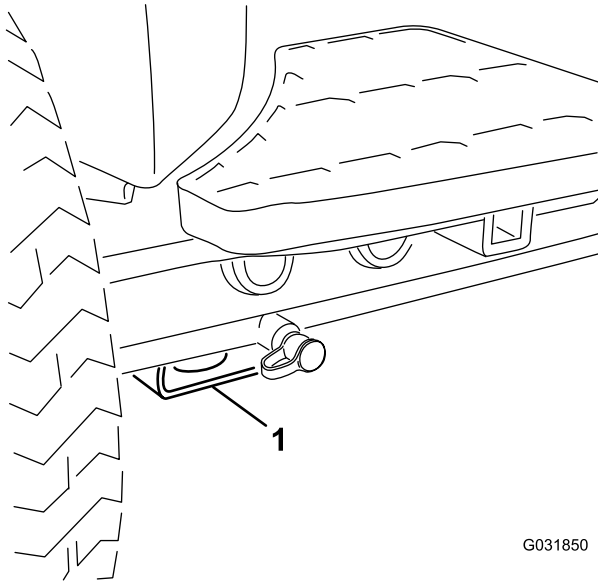

Bild 45
- **Vorderseite der Maschine:** Loch im rechteckigen Polster unter dem Achsenrohr in jedem Vorderreifen (Bild 45).